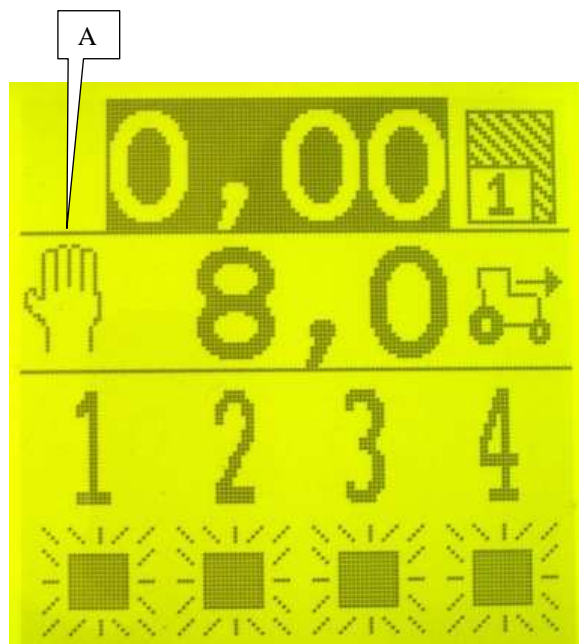

Fig. 1
- C : contatore di superficie parziale 1 (Fig. 1)
- D : velocità di avanzamento (Fig. 1)
Il peut arriver que le capteur de vitesse soit défectueux ou ne marche pas. De ce fait le contrôleur n'a plus d'information venant du capteur et se met automatiquement en mode manuel (A fig.1) à une vitesse de 8km/h.
It may be that the speed sensor is out of order or not working. In this case the unit receives no data from its sensor and transfers automatically to manual mode (A fig. 1) at a speed of 8 km/h.